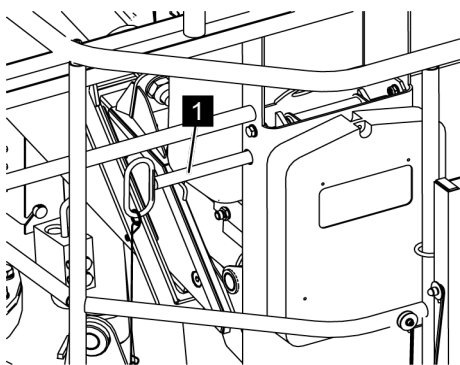

Fig. 76: Mettre en place les chevilles de verrouillage
10. ➔ Mettre en place les chevilles de verrouillage (Voir la Fig. 76/1).